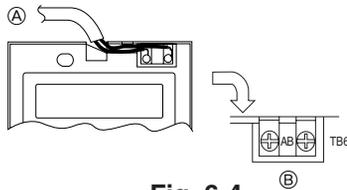

Fig. 6-4
2) Procedure di collegamento (Fig. 6-4)